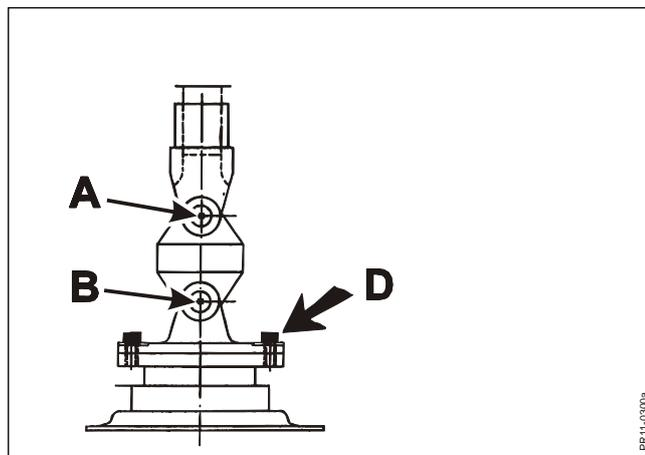

Abb. 5-11
**Abb. 5-11** Die Gelenkwelle zum Mähbalken soll mit minimaler Winkelabweichung laufen. Deshalb gibt es ein Spezialwerkzeug (JF Warennummer 6000-783x), das zur genauen Platzierung des Winkelgetriebes im Verhältnis zum Mähbalken verwendet wird.